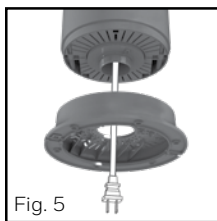

Fig. 5
- Soulevez délicatement le boîtier du ventilateur (Fig. 5) et faites passer le cordon d'alimentation à travers le centre de la base.